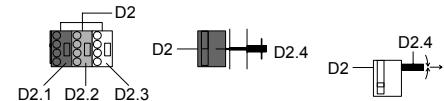

Bild 4: Anschließen / Abklemmen der Anschlussleitung
### Steckklemmen abziehen (Bild 4)
### Abklemmen der Leitung (Bild 4)
### Steckklemmen aufstecken (Bild 4)
- Anschließen der Leitung (Bild 4)